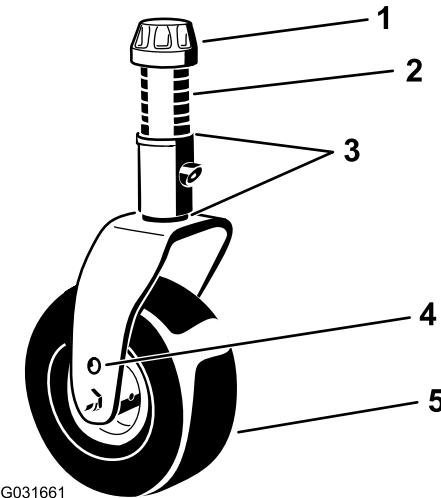

Figura 17
- Utilizando a chave da tampa da roda fornecida, desaperte a tampa de tensão e retire-a do eixo da roda giratória e faça deslizar o eixo da roda para fora do braço da roda (Figura 17).
- Coloque os calços (tal como se encontravam inicialmente) e os espaçadores restantes no eixo (Figura 17).
- Instale a tampa tensora e aperte-a com a chave da tampa da roda fornecida para fixar o conjunto (Figura 17).